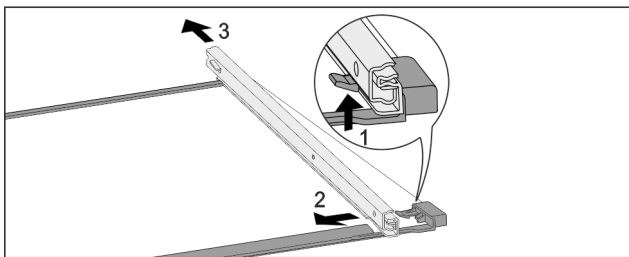

Fig. 190 Скляна пластина з рейками
- ▶ Натиснути передній гачок-фіксатор вгору. Fig. 190 (1)
- ▶ Виштовхніть виїзну рейку в сторону Fig. 190 (2) та назад Fig. 190 (3).